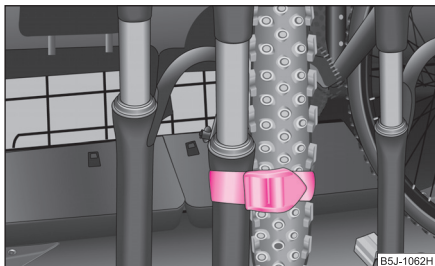

Abb. 81 Befestigung des Vorderrades
- Schieben Sie das herausgenommene Vorderrad am besten zwischen die Kurbel des linken Pedals und den Fahrradrahmen; befestigen Sie es mit einem Gurt an der Vordergabel ⇒ Abb. 81, bzw. an einem Befestigungspunkt.